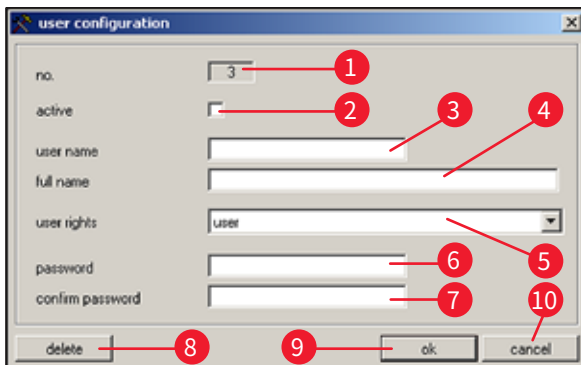

图 34
- 双击配置显示中的行可打开 **User configuration** (用户配置) 对话框 (→ 图 34)。